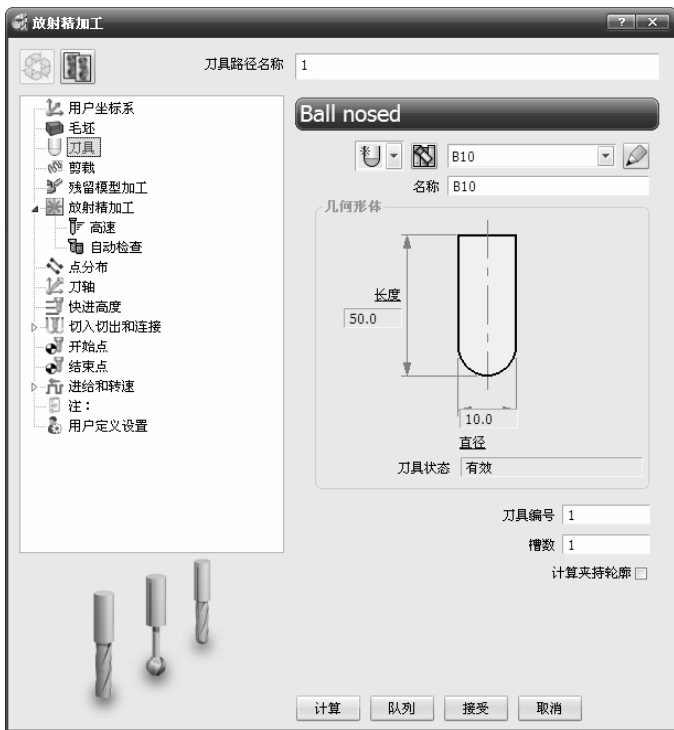

图 2-145 “放射精加工”对话框
6) 单击主工具栏上的“刀具路径策略”按钮，弹出“策略选取器”对话框，单击“精加工”选项卡，选中“放射精加工”选项，单击“接受”按钮，弹出“放射精加工”对话框，如图 2-145 所示。